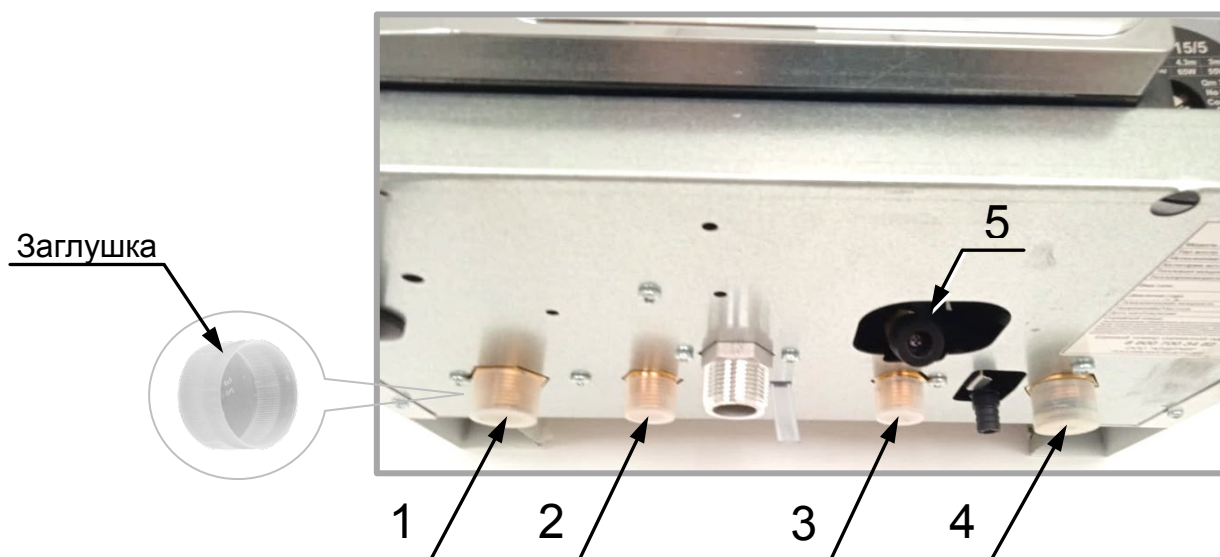

Рис. 19 Патрубки присоединения котла к трубам (котёл Arderia B)
- Трубы отопления и водоснабжения подключают к патрубкам котла, предварительно сняв транспортные, защитные заглушки (См. Рис. 19).